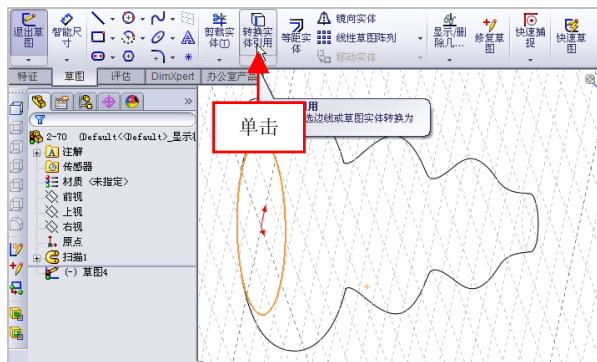

图 2-71 单击【转换实体引用】按钮
(2) 单击【草图绘制】按钮, 选择合适的面, 进入草图绘制环境, 选择合适的面, 在【草图】选项卡中, 单击【转换实体引用】按钮, 如图 2-71 所示。